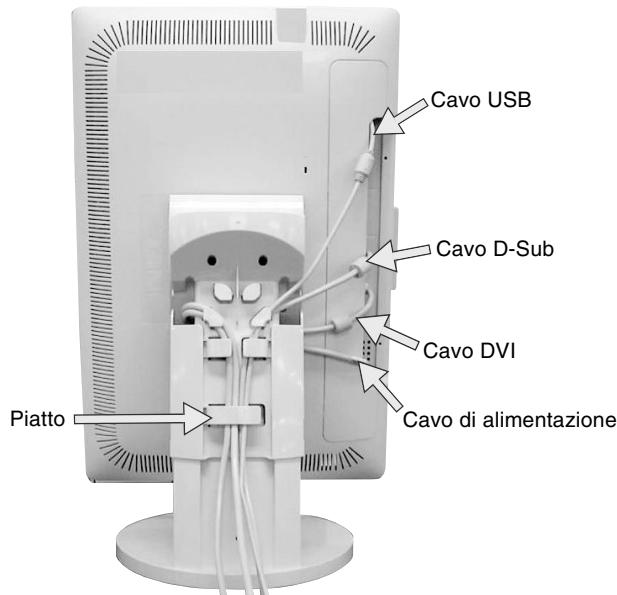

Figura C.6
8. Per gestire correttamente i cavi, mettere i cavi in quest'ordine: cavo di alimentazione e cavo DVI (**Figura C.6**).
9. Inserire il cavo DVI e il cavo di alimentazione nei ganci specifici indicati nella **Figura C.6**.
10. Inserire il cavo D-Sub e il cavo USB nei ganci specifici come indicato nella **Figura C.6**.
12. Assicurarsi che tutti i cavi siano piatti contro il supporto (**Figura C.6**).